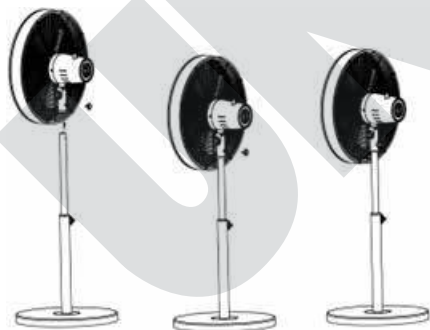

Fig. 3
8. Desserrez ensuite la vis de blocage n°4. Insérez le haut du tube intérieur n° 5 dans le tube de la tête du ventilateur et redressez la tête du ventilateur. Les deux trous dans les tubes doivent coïncider pour que la vis de blocage puisse être insérée et vissée. Serrez la vis de blocage et fixez ainsi la tête du ventilateur (Fig. 3).